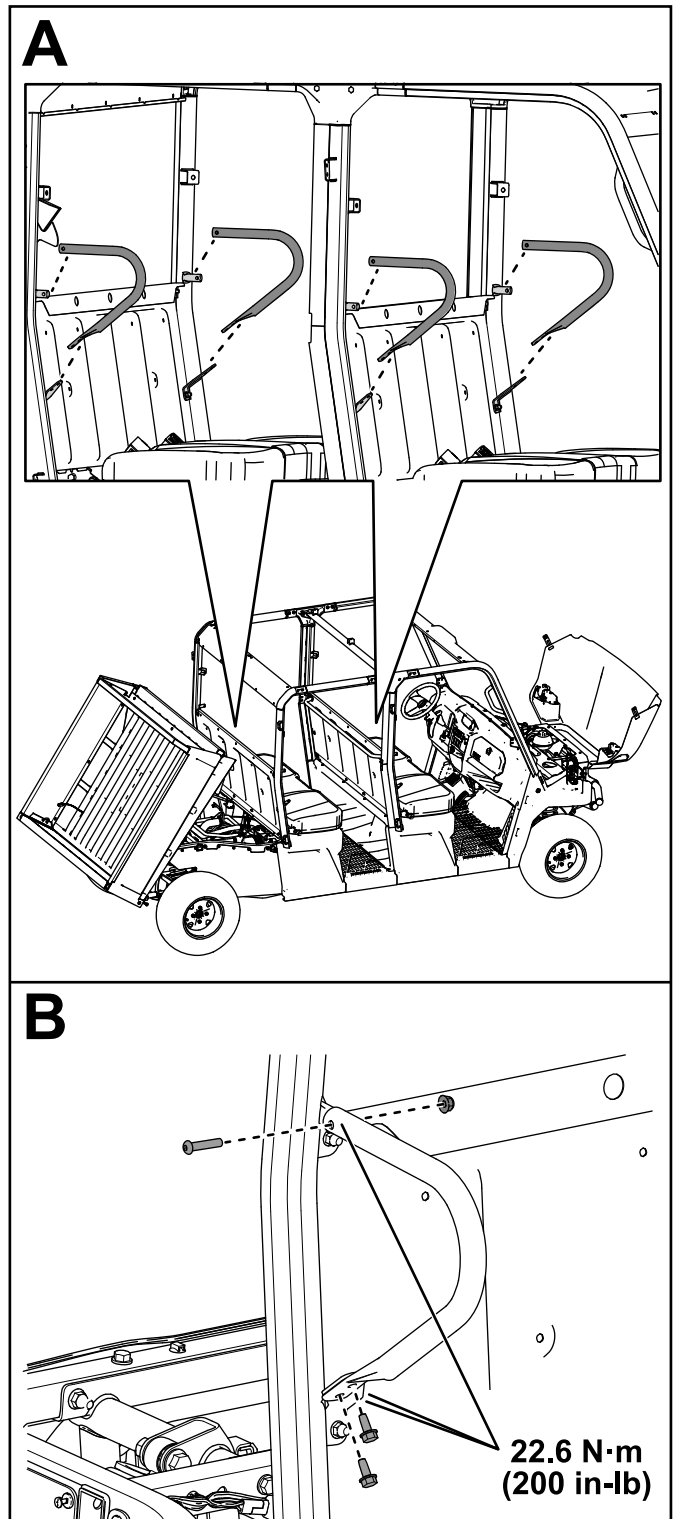

Figura 59
26. Fije las 4 barras de seguridad de los hombros en los conjuntos traseros y centrales de la barra antivuelco con 8 tornillos autorroscantes (5/16" x 3/4"), 4 pernos de cabeza de botón (5/16" x 1 1/2") y 4 contratuercas (5/16"), como se muestra en la Figura 59.
Apriete las contratuercas (5/16") a 22.6 N·m (200 pulgadas-libra), como se muestra en la Figura 59.